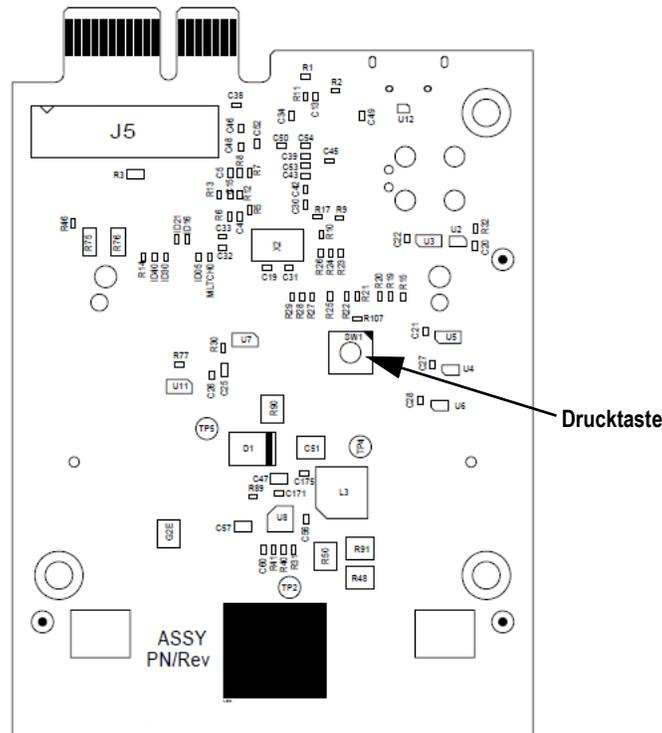

Abbildung 10-4. Position der Drucktaste auf der Anybus-Host-Karte (PN 164756)
6. Halten Sie den Druckknopf auf der Karte gedrückt und stecken Sie den USB-Micro-Stecker in den Anschluss J4 (siehe Abbildung 10-4). Der PC erkennt ein entfernbare USB-Gerät mit der Bezeichnung *CRP DISABLD*.